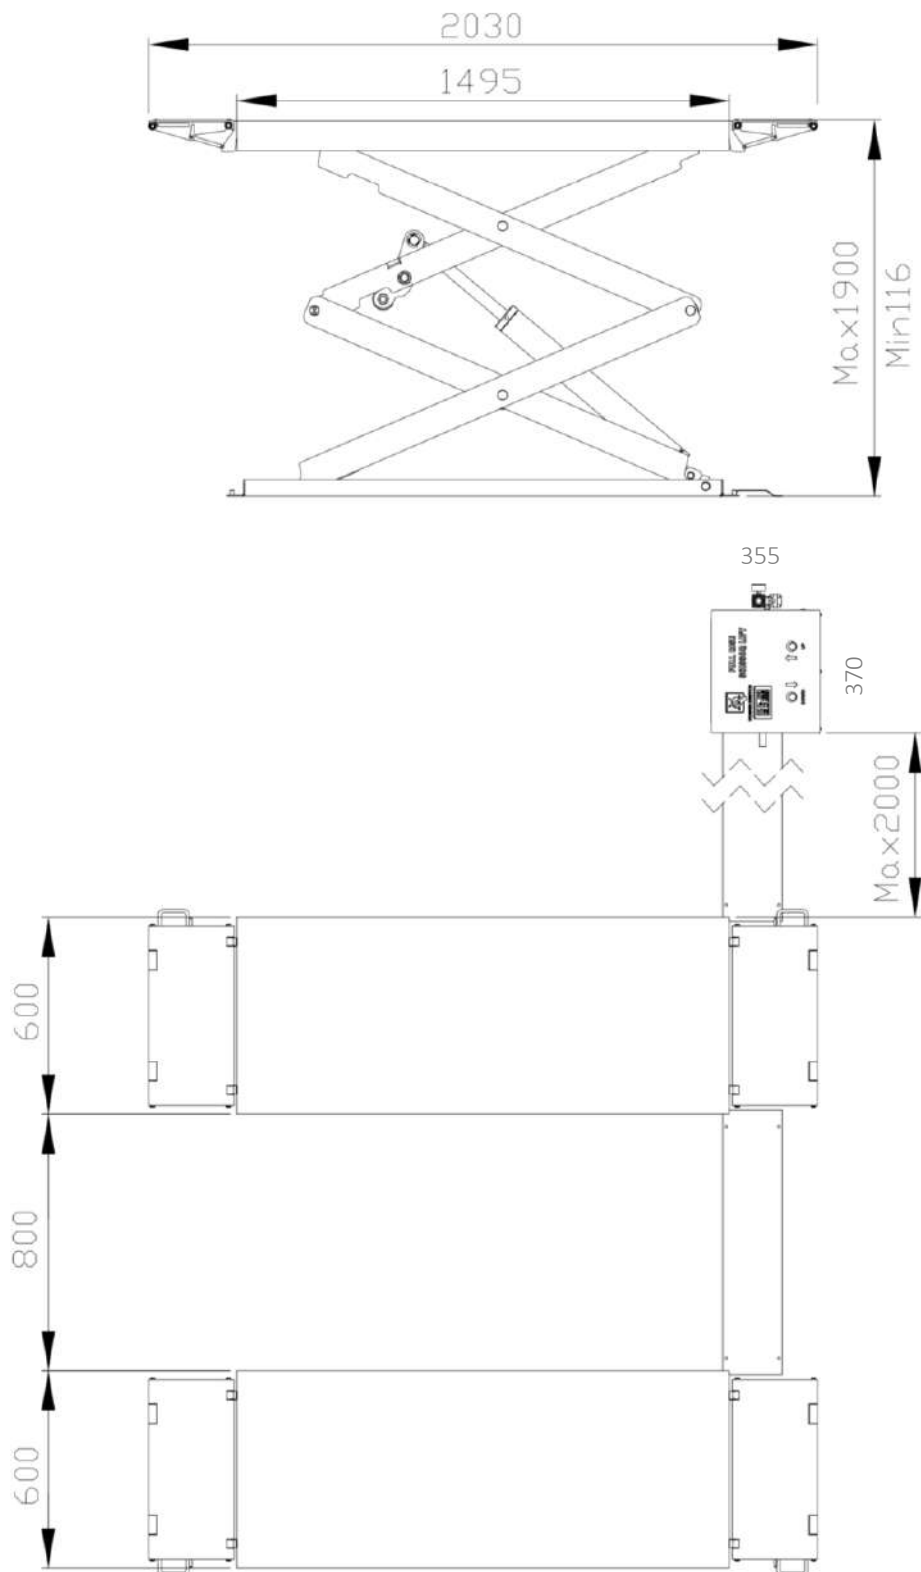
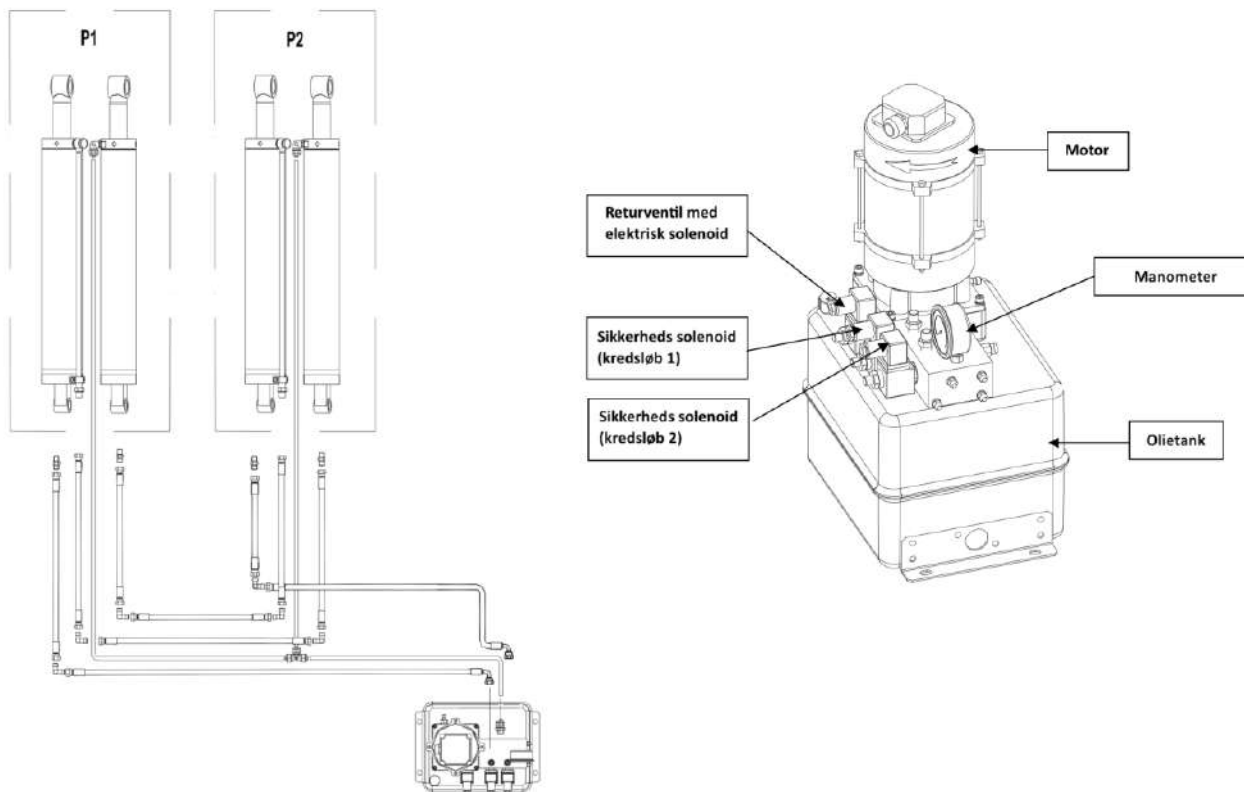

Fig. 3 - Maskinens vejledende mål
Fig. 4 - Oversigt over motorenhed og tilslutning af hydraulikslanger
1. Pak liften ud og placer den, på den ønskede position på gulvet. Bemærk at afstanden mellem saksene skal være som vist i fig. 3 på side 7. Hvis du kigger på fig. 4 længere nede af siden så kan du se at "P1" skal være den venstre sakse. Det er også der hvor tilslutningsslangen "A" sidder på.